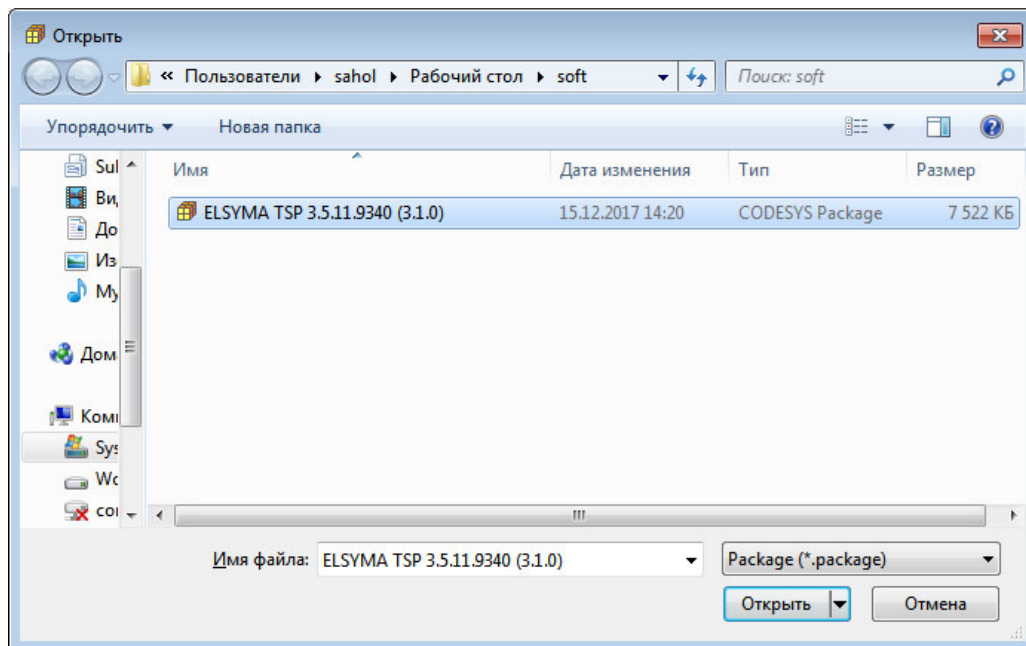

Рисунок 1.3 – Окно выбора файла
4. Нажать кнопку «Установить...» и в окне выбора файла (рисунок 1.3) выбрать файл *ELSYMA TSP (<version>).package*.